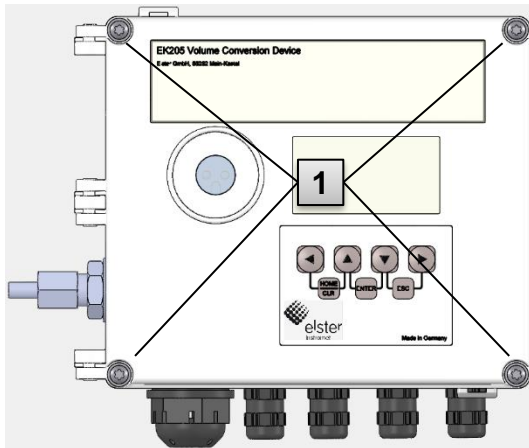

Abb. 24
1. Lösen Sie die vier Gehäuseschrauben (Abb. 24: **1**).
8. Schließen Sie das Gehäuse mit Hilfe der dafür vorgesehenen Schrauben (Abb. 24: **1**).